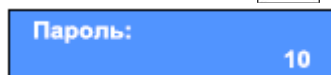

Рисунок 19 – Поле ввода пароля
- для подтверждения ввода наименования и перехода к полю «Пароль» (рисунок 19) следует дважды нажать кнопку .